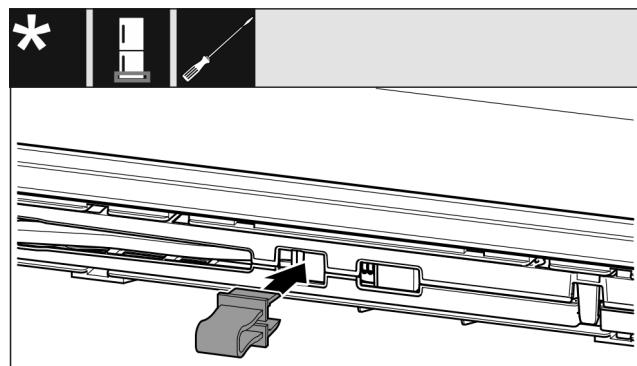

Fig. 14
- Varovalo zataknite v odprtino Fig. 14 (1).